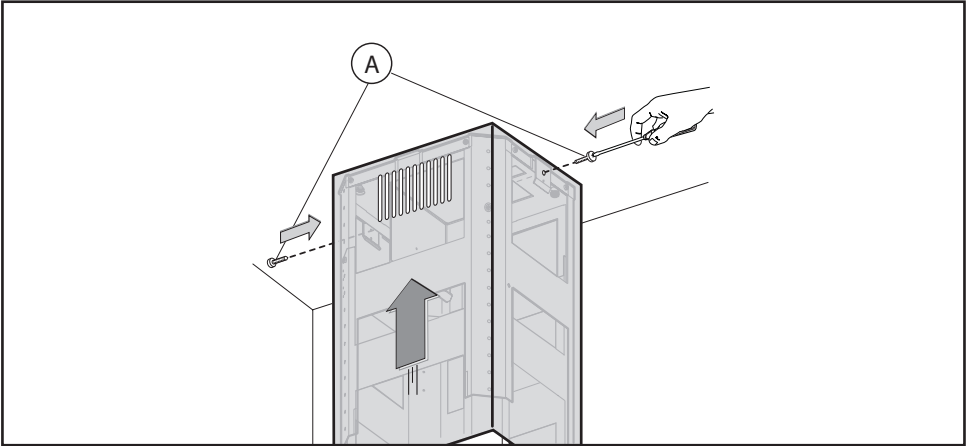

Fig.9
- Prendere il camino superiore e fissarlo alla struttura mediante le 2 viti **A** (Fig.9).